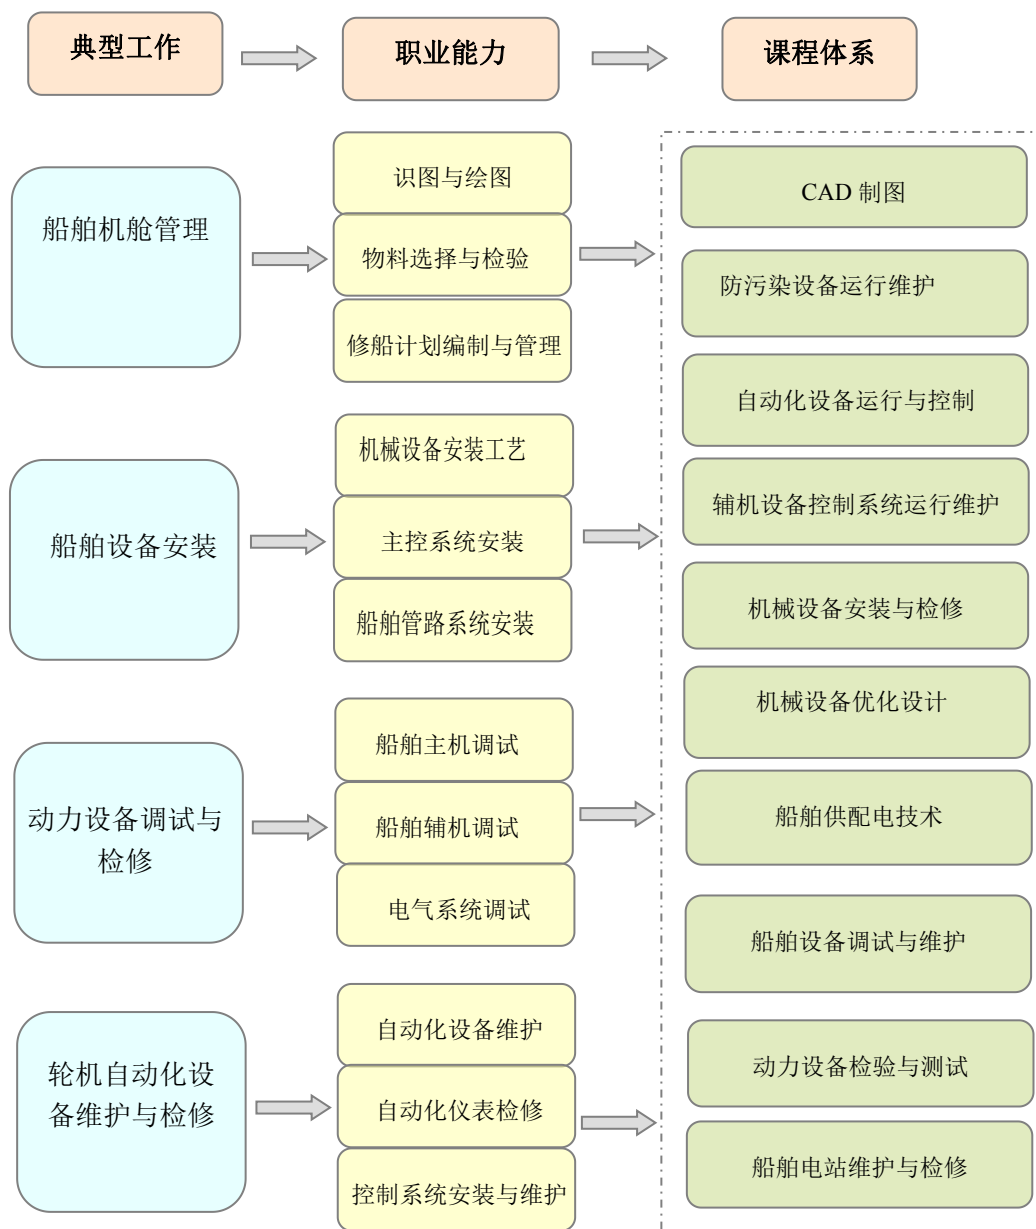

图 1 轮机工程技术专业课程体系构建图
1. 根据船舶轮机员、值班机工、动力设备维修员等所承担的典型工作任务，结合专业对应的证书职业技能标准，遵循学生认知及职业成长规律，对典型工作任务进行归纳、总结，得出完成岗位工作需要的职业能力，构建专业课程体系，具体如图 1 所示。